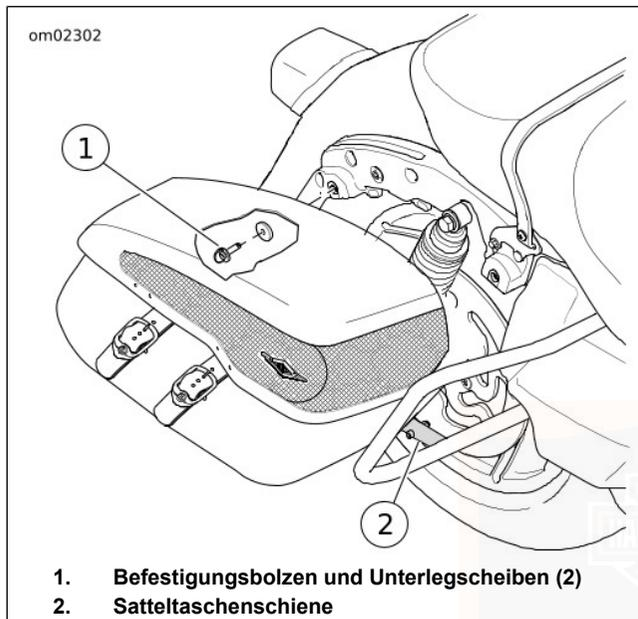

Abbildung 59. Ausbau/Einbau der Satteltasche: FLHRC
2. Siehe Abbildung 59. Die Befestigungsbolzen eine Vierteldrehung gegen den Uhrzeigersinn drehen, um die Satteltasche von der Befestigungshalterung zu lösen.